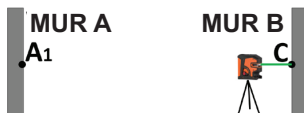

Figure 24
3. Placer le laser à côté du mur B et ajuster le faisceau à la hauteur C. (Figure 24)